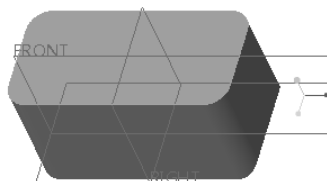

图 5-153 通过扩展创建偏移曲面
6) 在“偏移”选项卡中单击 (完成) 按钮, 此偏移使模型增加了体积块, 如图 5-153 所示。